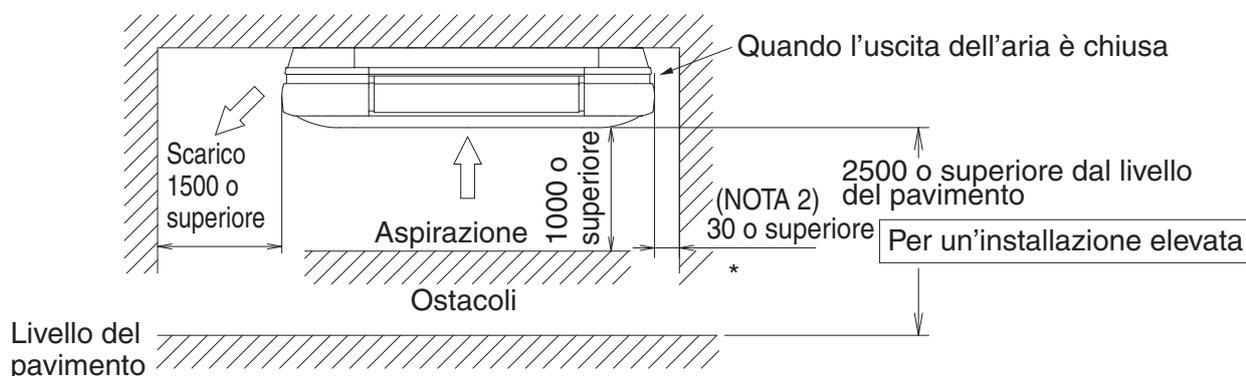
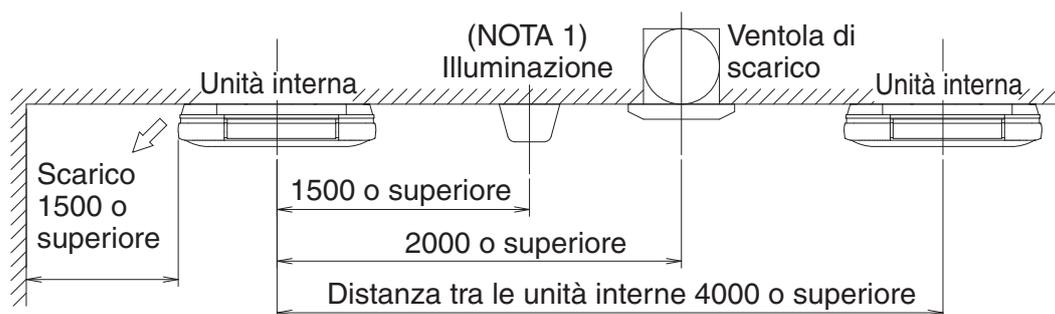

Fig. 1
Fig. 2
(1) Scegliere il luogo di installazione conforme alle seguenti condizioni e ottenere l'approvazione del cliente.
- Un luogo in cui ci sia spazio sufficiente per l'installazione e la manutenzione. (Fare riferimento alla Fig. 1 e alla Fig. 2)